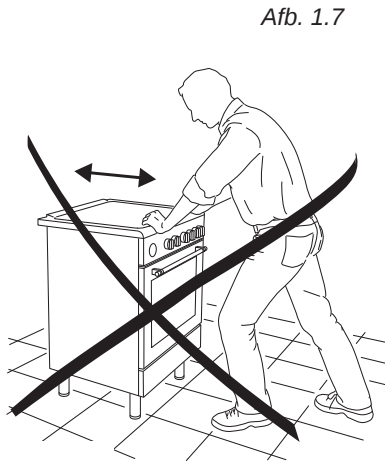

Afb. 1.6
- Plaats de verstevigingshaken "E" en bevestig de afstandsringe "B" aan de hand van de schroeven "C" (Afb. 1.6).
Pas op: til het fornuis bij het rechtop zetten niet op aan de deurhendel (afb. 1.6).